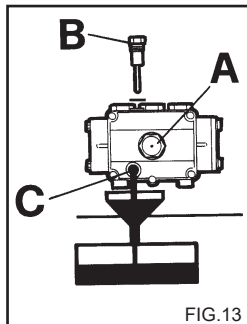

FIG.13
2) Открутите пробку с шупом (Рис. 13).